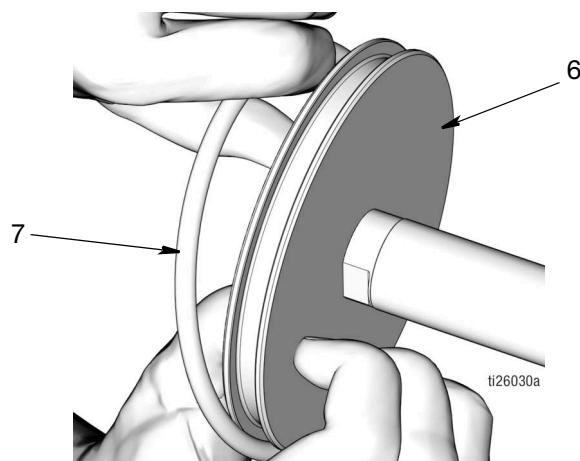

FIG. 49
- Appliquer une mince couche de graisse sur le joint torique (7). Mettre le joint torique (7) sur le piston (6) comme montré sur la FIG. 49.